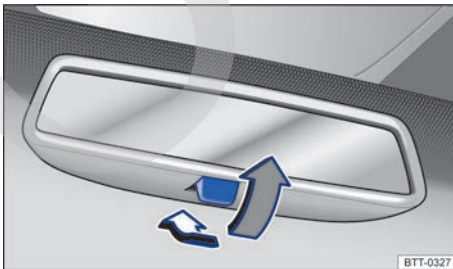

Fig. 115 En el parabrisas: retrovisor interior antideslumbrante manual.
- Para oscurecer el retrovisor, tire de la palanca hacia atrás → fig. 115.